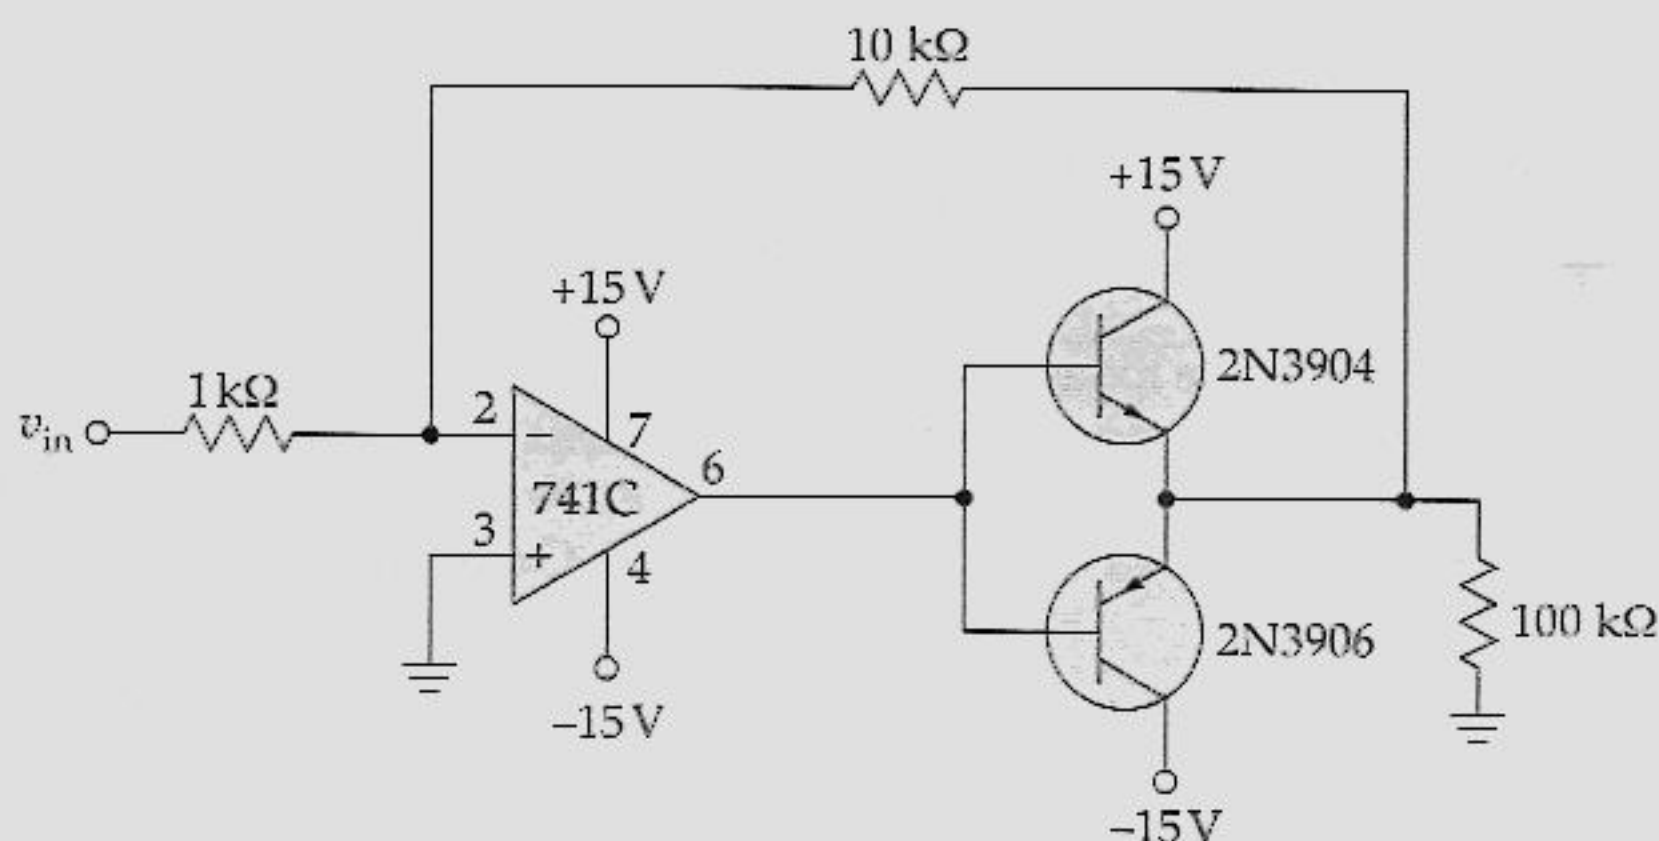

Figura 20.47
- 20.27 O que tipicamente aconteceria com a tensão de saída do circuito da Figura 20.47 se o resistor de 10 kΩ abrisse?
- 20.28 Para uma v_{in} de 5 V no circuito da Figura 20.47, não há corrente através da carga. Cite, pelo menos, três causas possíveis.
- 20.33 O transistor da Figura 20.47 tem um $\beta_{\text{cc}} = 75$. Se v_{in} é $0,5 \text{ V}$, qual é a corrente de base do transistor em condução?
- 20.34 Na Figura 20.47, v_{in} é 1 V . Calcule o valor aproximado da corrente de carga.
- 20.35 Qual a menor resistência de carga que pode ser utilizada no circuito da Figura 20.47 se a tensão de entrada for de 1 V ?